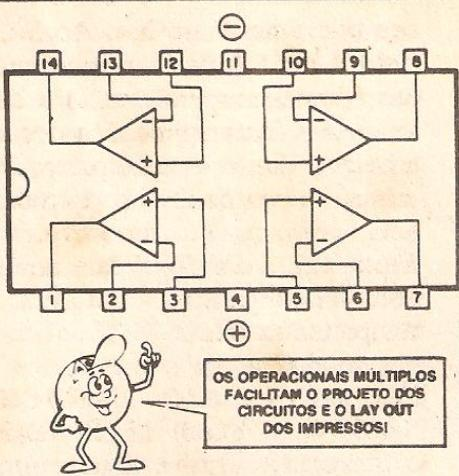

Fig.2
**FIG. 2 - QUATRO OPERACIONAIS NUM SÓ INTEGRADO** - O diagrama mostra pinagem/organização mais ou menos "universalizadas" pelos fabricantes, para Integrados "contendo" quatro Amplificadores Operacionais... Do mesmo modo que ocorre com os duplos Amp. Ops., cada uma das Entradas e Saídas apresenta acesso individual através de pino específico, mas a alimentação é "geral", simultaneamente aplicada através dos pinos 4 (positivo) e 11 (negativo). Códigos correspondentes aos quádruplos Amp.Ops. tipo bipolar ou FET são apresentados ("nões" mais comuns, encontráveis nas lojas...). Esse "monte" de blocos operacionais num só Integrado pode, a princípio, parecer "exagerado", porém existem circuitos e aplicações onde uma verdadeira "fila" de Operacionais se tornam necessários... Nesses casos, a vantagem do arranjo quádruplo fica óbvia: um aparelho que, "no primeiro pau", pedisse 8 Integrados tipo 741, poderia ser facilmente "resolvido" com apenas dois Integrados quádruplo Amp.Op., com enorme simplificação do próprio lay out do Circuito Impresso, diminuição do número de componentes externos e até da própria energia necessária ao acionamento do conjunto! O "Aluno" terá oportunidade, no